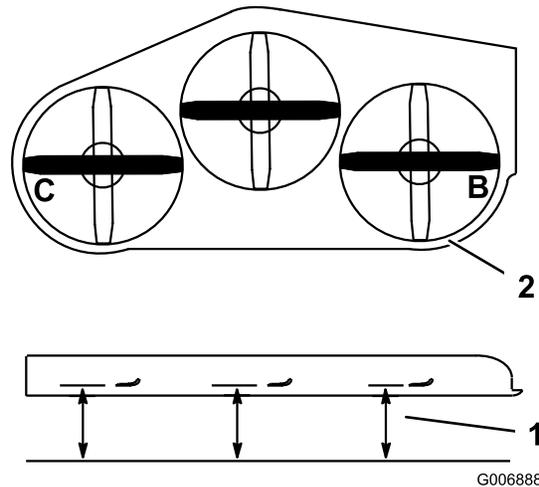

Figure 77
3. Tournez les lames pour les mettre parallèles dans le sens transversal. Mesurez la distance aux points **B** et **C** entre une surface plane et le bord coupant des pointes des lames (Figure 77).